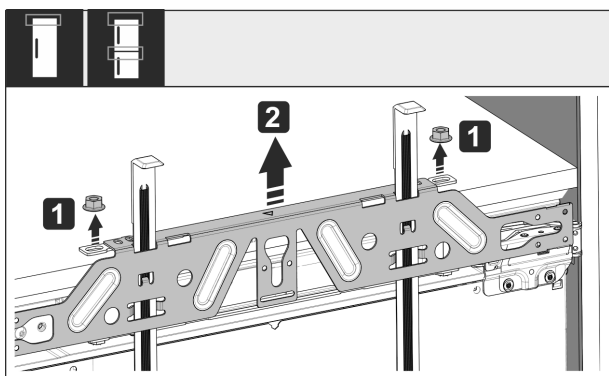

Fig. 54
- Svitare i controdadi Fig. 54 (1).
- Togliere la traversa di fissaggio Fig. 54 (2).